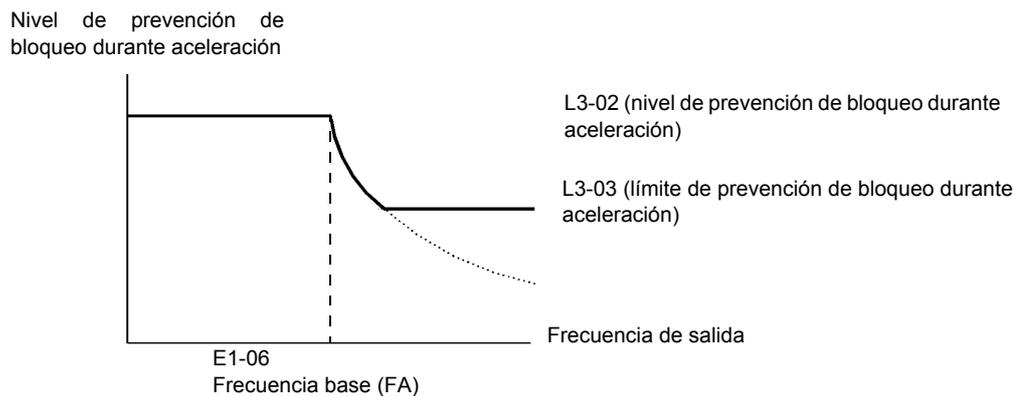

Fig. 6.27 Nivel y límite de prevención de bloqueo durante la aceleración
- Si se utiliza el motor en el rango de potencia constante, L3-02 será disminuido automáticamente para prevenir el bloqueo. L3-03 es el valor límite para prevenir que el nivel de prevención de bloqueo en el rango de potencia constante sea disminuido más de lo necesario (véase la Fig. 6.27).